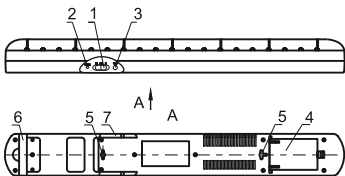

Рисунок 5 ДБА 3927
4.1.2 Светильник ДБА 3927 (рисунок 5)